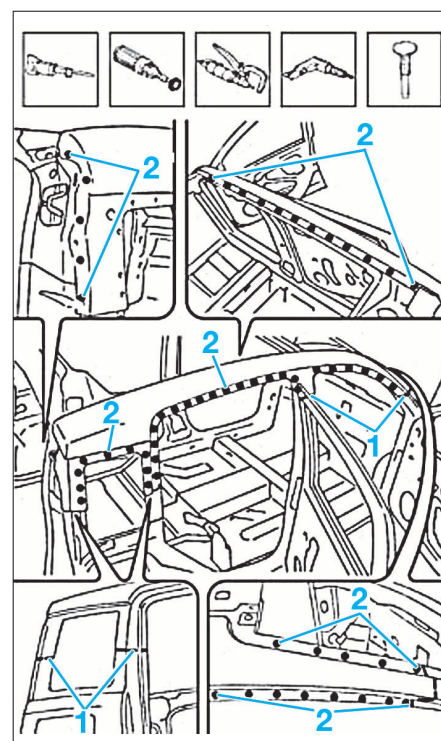

FIG. 47
• Découper et dépointer en zone (1) et (2) (Fig.47).